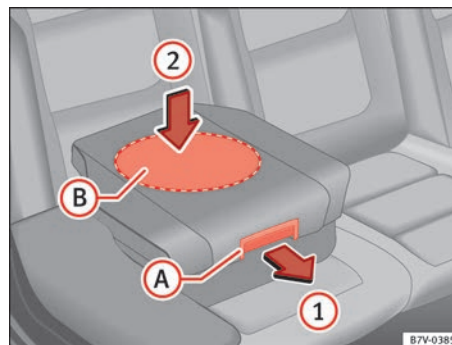

Fig. 33 Cadeira de criança integrada: baixar a almofada.
- Puxe a almofada para a frente através do manípulo de desbloqueio ⇒ Fig. 33 (A) na direcção da seta ①.
- Empurre a almofada para baixo pela zona central (B) na direcção da seta ② para que encaixe de forma segura ⇒ ①. Os suportes laterais rebatem automaticamente.